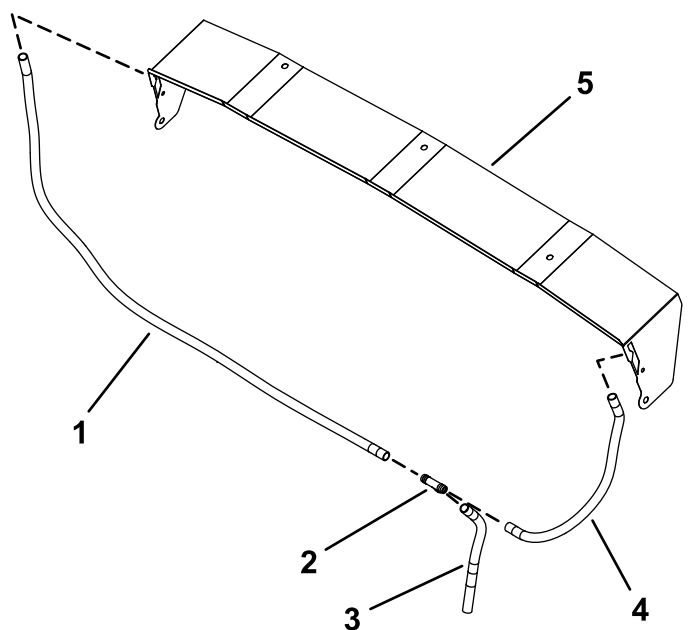

Figura 42
4. Ligue o tubo transparente de 122 cm ao tubo transparente de 33 cm e ao tubo transparente de 43 cm utilizando a união em T (Figura 42).